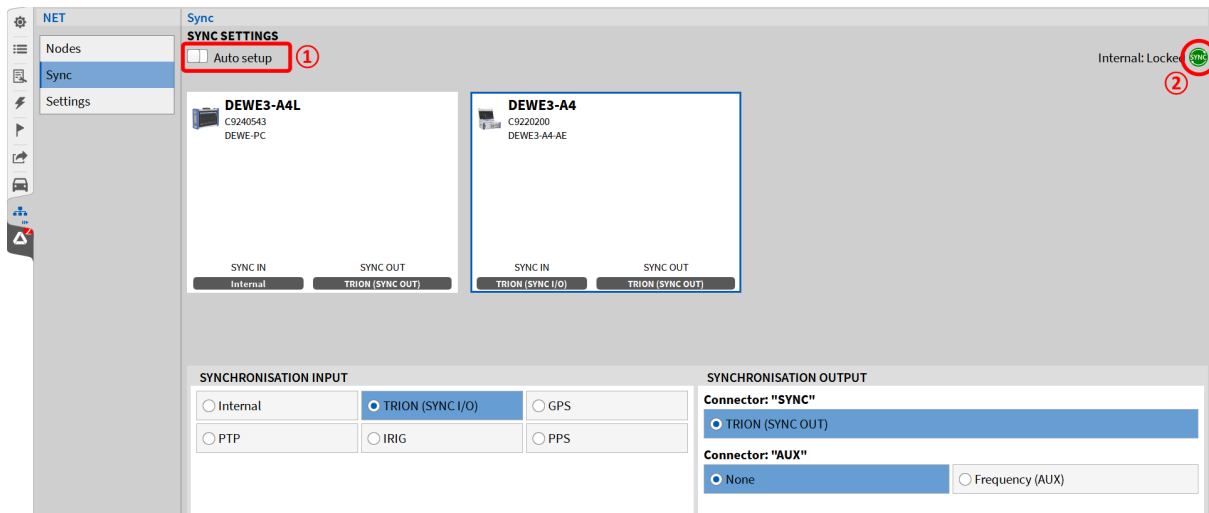

Abb. 15.10: OXYGEN-NET Menü – Sync
Mit dem Schieberegler *Automatisch* (siehe ① in Abb. 15.10) können Sie die automatische Einrichtung der Synchronisation aktivieren oder deaktivieren:
Der Sync-Status-Indikator (siehe ② in Abb. 15.10) zeigt den aktuellen Synchronisationsstatus des Systems an: